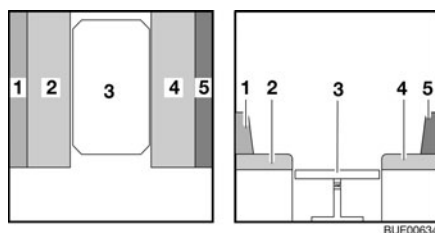

Fig. 119 Pendant la transformation
- Tirer les coussins d'assise (Fig. 119,2 et 4) vers le centre.
- Placer les coussins de dossier (Fig. 119,1 et 5) entre les coussins d'assise et la paroi extérieure.